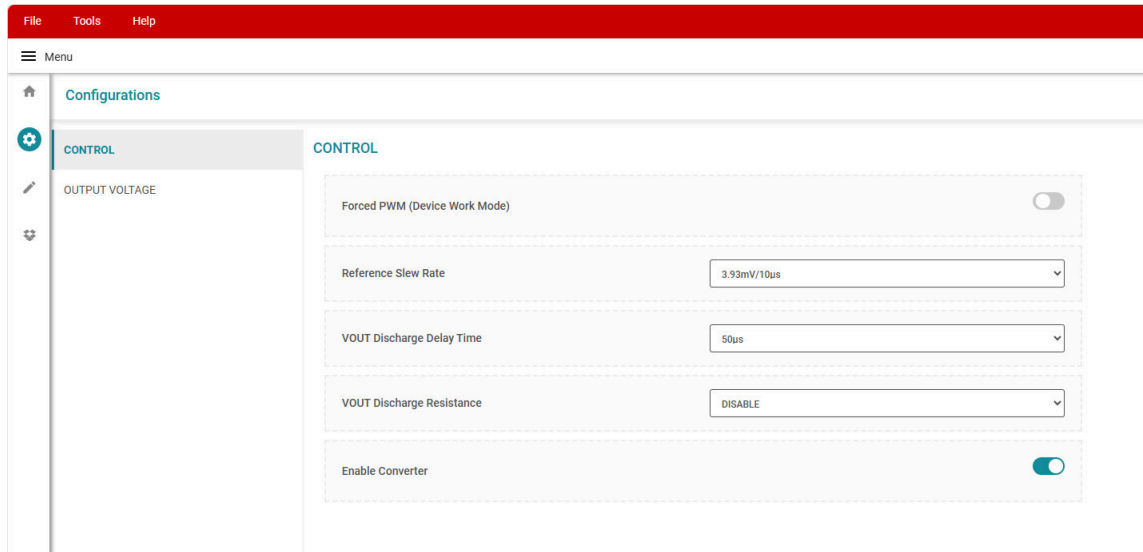

图 3-3. TPS61371EVM-155 的 GUI 用户界面
4. 选择 *Start*（开始）按钮。该按钮将显示 TPS61371EVM-155 的 GUI 用户界面（图 3-3）。